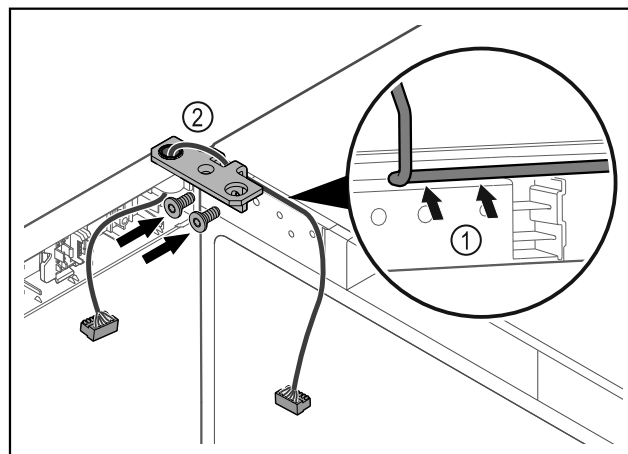

Fig. 41
- Sæt kablet gennem hængselvinklens udsparring, og træk det forsigtigt Fig. 41 (1).
- Skru hængselvinklen Fig. 41 (2) på.